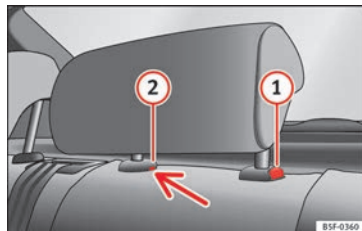

Abb. 149 Hintere Kopfstütze in der Mitte: Einstellungsstelle.
- Zum Einstellen der Kopfstütze auf eine niedrigere Höhe die Taste **1** » Abb. 149 und diese nach unten schieben.